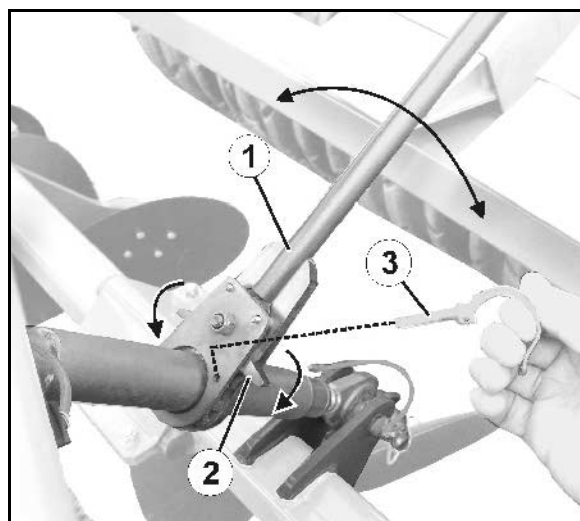

Fig. 58
1. Fjern klapsplitten (Fig. 58/3).
2. Sæt svingarmen (Fig. 58/2) i indgreb svarende til den ønskede omdrejningsretning.
3. Forlæng/forkort spindelen ved hjælp af håndtaget (Fig. 58/1).
4. Sørg for at sikre indstillingen med klapsplitten (Fig. 58/3).